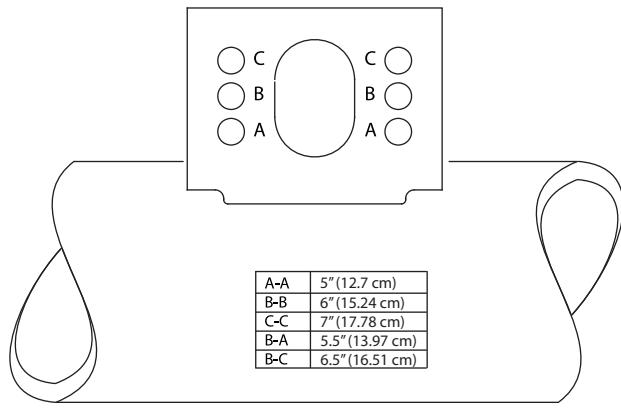

图 5. 制动器调节器安装孔
1. 在安装制动器气室时，必须使用与制动器调节器长度相符的安装孔（见图 5）。